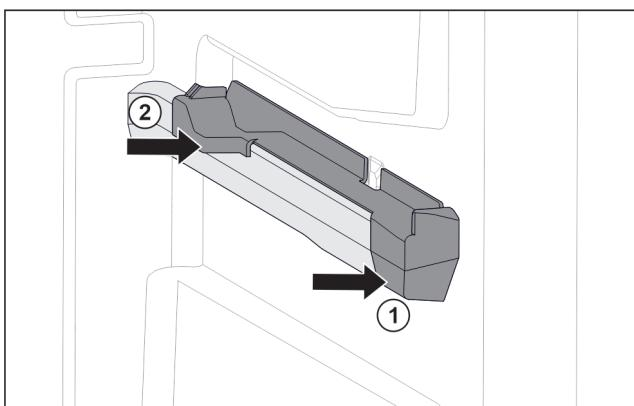

Fig. 40 Вставная часть на правом контейнерном ребре
- Наденьте вставную часть спереди на контейнерное ребро. Fig. 40 (1)
► Нажмите на вставную часть сзади. Fig. 40 (2)